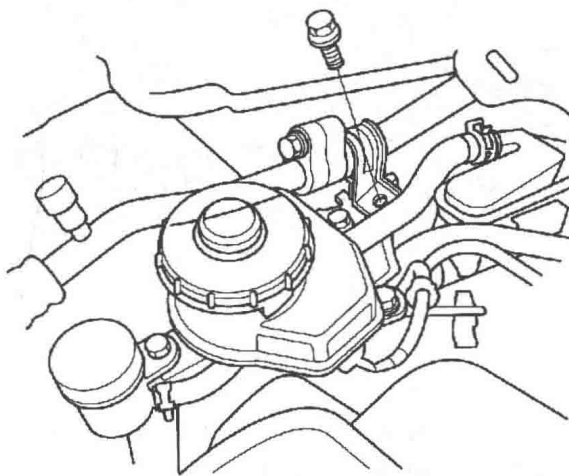

图 1-1-3
- (9) 拆下传动皮带自动张紧器。
- (10) 拆下空调管路托架安装螺栓,如图1-1-3所示。